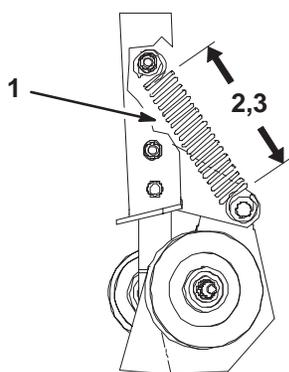

Figure 75
3. Mesurez la longueur du ressort. Vérifiez que les dimensions des spires du ressort sur la poulie de tension rappelée par ressort correspondent bien aux valeurs données ci-dessous (Fig. 75 et 76).
- Mesure du ressort gauche : 14,6 +/- 0,3 cm (5-3/4 +/- 1/8 pouces) (Fig. 75).
- Mesure du ressort droit : 14,0 +/- 0,3 cm (5-1/2 +/- 1/8 pouces) (Fig. 75).
7. Vérifiez que les dimensions des spires du ressort sur la poulie de tension rappelée par ressort sont correctes (Fig. 75).